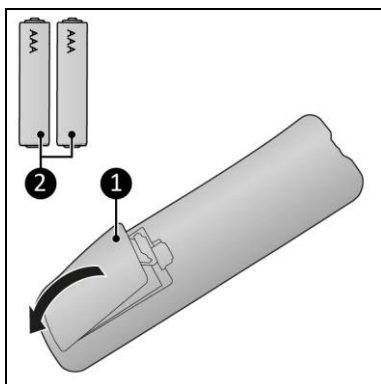

Figura 15
1. Scoateți capacul (Figura 15, poz. 1).
2. Introduceți două baterii (AAA 1,5V) (Figura 15, poz. 2) în compartimentul pentru baterii. Asigurați-vă că introduceți bateriile în mod corect.